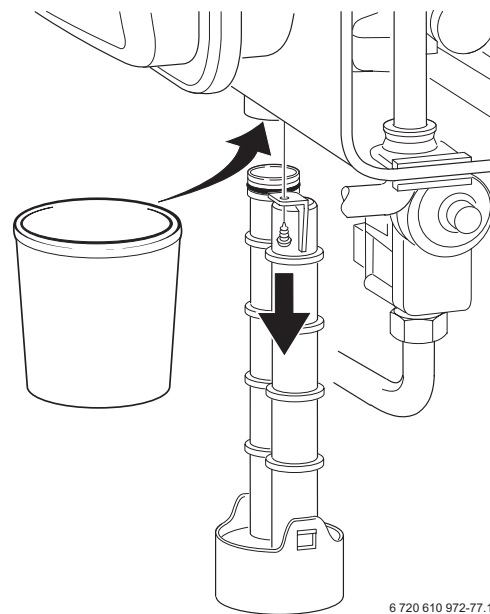

Fig. 89
- ▶ Svitare completamente il sifone di scarico condensa (vedere pag. 48, fig. 89) e controllare che il passaggio dello scambiatore primario non sia ostruito.